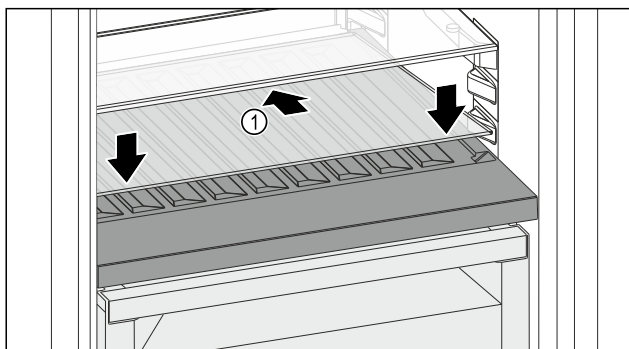

Fig. 163
- ▶ Steklo ploščo Fig. 163 (1) namestite postrani, nagnjeno spodaj nazaj.
- ▶ Steklo ploščo Fig. 163 (1) spustite spredaj.